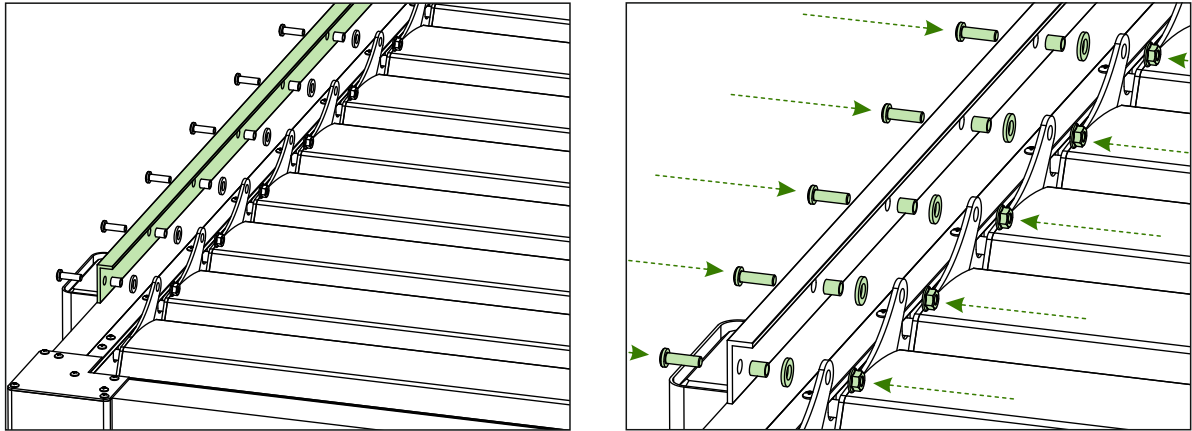

Abb. 20
9.1. Verwenden Sie eine Unterlegscheibe zwischen der Verbindungselement und der Endkappe der Lamellen. Montieren Sie das Verbindungselement auf der Seite der Handkurbel und befestigen Sie es mit den Verbindungselement Schrauben. Siehe Abb. 20.